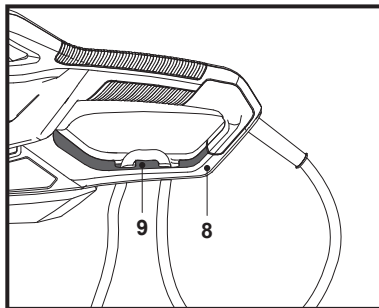

Fig. 2b
2. Faire passer le cordon par-dessus le support (9) et tirer doucement sur le cordon pour s'assurer qu'il est bien maintenu (Fig. 2b).